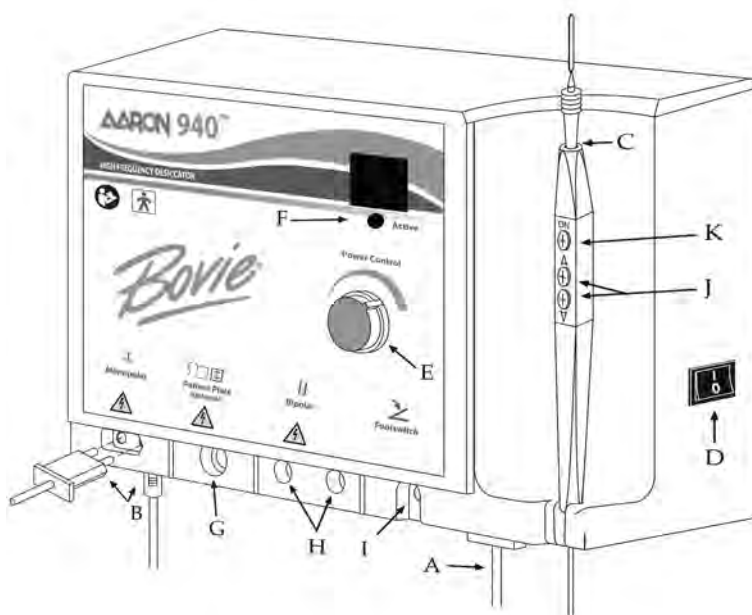

Figura 2
2. Inserire l'estremità femmina del cavo di alimentazione nella base dell'unità (vedere la figura 2, lettera A).
4. Inserire il manipolo nell'uscita monopolare in basso a sinistra nella parte anteriore dell'unità (vedere la figura 2, lettera B). La spina è progettata in modo da poter essere inserita in una sola direzione. Inserire il connettore rotondo di dimensioni minori sul manipolo nella presa posta sul fondo dell'unità (vedere la figura 2, lettera B). Il manipolo a tre pulsanti è progettato per offrire al medico il controllo completo con le dita delle impostazioni dell'uscita dell'alimentazione.
5. Far scivolare l'elettrodo standard nel manipolo fino a quando non sia saldamente alloggiato (vedere la figura 2, lettera C). Il manipolo accetta la maggior parte degli elettrodi standard da  $\frac{3}{32}$ ".
7. Attivare l'alimentazione dell'unità utilizzando l'interruttore posto sul pannello alla destra dell'unità (vedere la figura 2, lettera D).
8. Impostare l'uscita di alimentazione utilizzando il quadrante posto nella parte anteriore dell'unità (vedere la figura 2, lettera E) o, solo sull'unità Aaron 940™, i pulsanti su e giù sul manipolo (vedere la figura 2, lettera J). Quando si esegue la regolazione del livello di alimentazione col manipolo, viene emesso un segnale acustico ad indicare la modifica del livello di alimentazione. Premendo e tenendo premuti i pulsanti su o giù si provoca la variazione delle impostazioni dell'alimentazione con maggiore rapidità per una rapida regolazione delle impostazioni di uscita. L'uscita dell'alimentazione è visualizzata in incrementi di "0,1" watt sotto i 10 watt e in numeri interi da 10 a 40 watt.
9. Per attivare l'unità, rimuovere il manipolo dalla custodia. Porre il manipolo nella posizione desiderata e premere il pulsante di attivazione (vedere la figura 2, lettera K). Quando l'unità è attivata, viene emesso un segnale acustico e la luce blu di attivazione si illumina (vedere la figura 2, lettera F).
10. Per utilizzare la piastra opzionale di messa a terra col cavo (A802EU), inserire la spina del cavo nell'uscita della piastra di messa a terra (vedere la figura 2, lettera G) e collegare l'altra estremità nella piastra di messa a terra. La piastra deve essere posta sotto il paziente, in un punto in cui l'intera piastra sia ricoperta dalla cute nuda.
11. Per utilizzare il cavo bipolare opzionale (A827BP), inserire le spine nelle uscite bipolari (vedere la figura 2, lettera H). Il cavo è quindi inserito nelle prese. Una porta scorrevole dietro le uscite monopolari e bipolari impedisce all'utente il loro uso contemporaneo.
12. L'interruttore a pedale opzionale (A803) è inserito nell'uscita dell'interruttore a pedale ed è posto sul pavimento (vedere la figura 2, lettera I). L'interruttore a pedale può essere utilizzato con procedure monopolari e deve essere utilizzato con procedure bipolari.